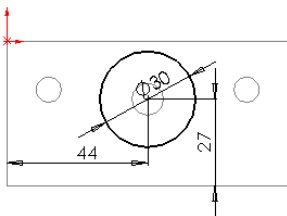

图 10-24 标注的草图
- 3) 单击[草图]控制面板中的[智能尺寸]按钮，标注上一步绘制圆的直径及其定位尺寸，结果如图 10-24 所示。